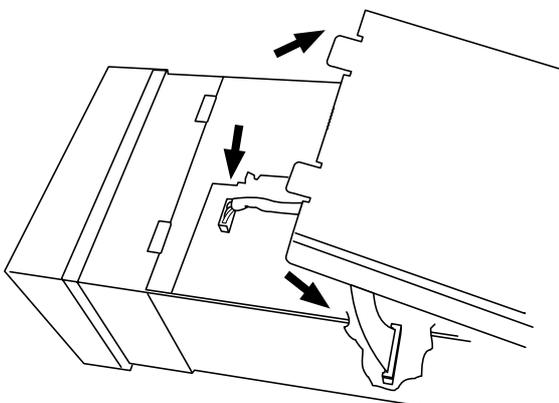

Abbildung B3.2c Verbindungen trennen; Abdeckung entfernen
4. Nehmen Sie vorsichtig den Gerätedeckel ab und trennen Sie die zwei Boardverbindungen (Abbildung B3.2c).